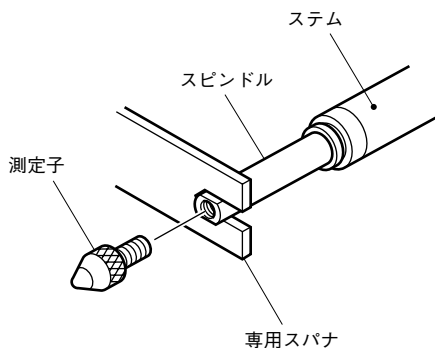

図1.測定子の取付け、取外し
- 測定子を取付け、取外しする際に、付属の専用スパナをお使いください(図1)。スピンドルに0.1 N・m以上のトルクが加わらないようご注意ください。故障の原因となります。また、測定子のねじ込みトルクは0.05～0.06 N・mを目安として締めつけてください。